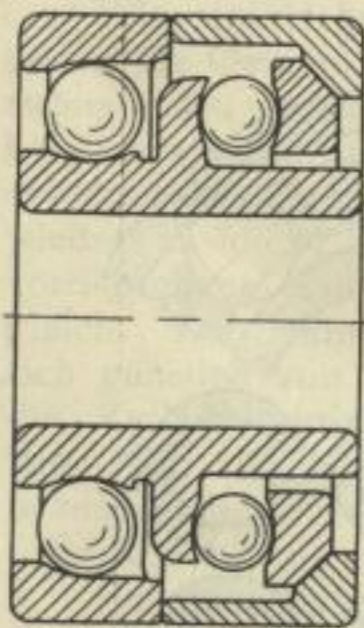

Fig. 7.
4. die zusammengesetzten Lager nach Fig. 7.